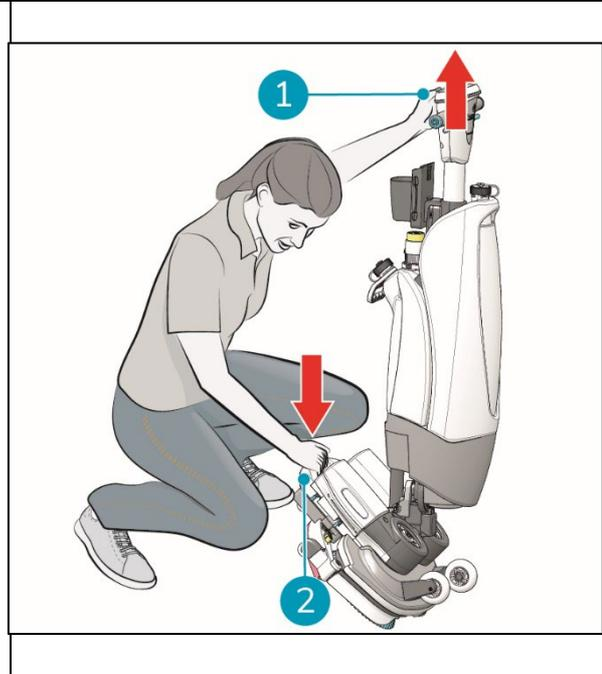

Abbildung 21
1. Gehen Sie in die Hocke und halten Sie das Bürstendeck mit einer Hand fest (Abbildung 21, Pos. 2).
2. Drücken Sie den Griff mit der anderen Hand nach vorne (Abbildung 21, Pos. 1).